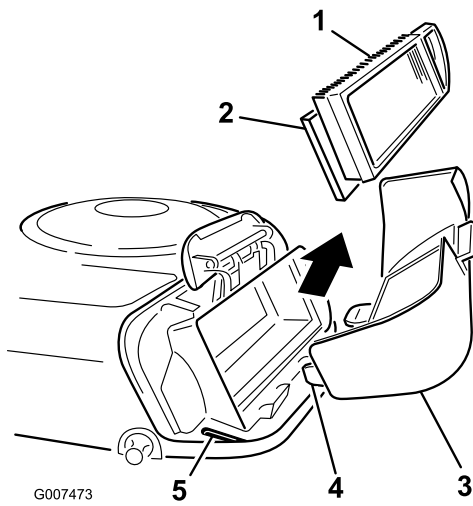

Bild 25
5. Schieben Sie den Papier- und den Schaumeinsatz vorsichtig vom Gebläsegehäuse herunter (Bild 25).
2. Fluchten Sie die Nasen des Luftfilterdeckels mit den Schlitten im Gebläsegehäuse aus (Bild 25).